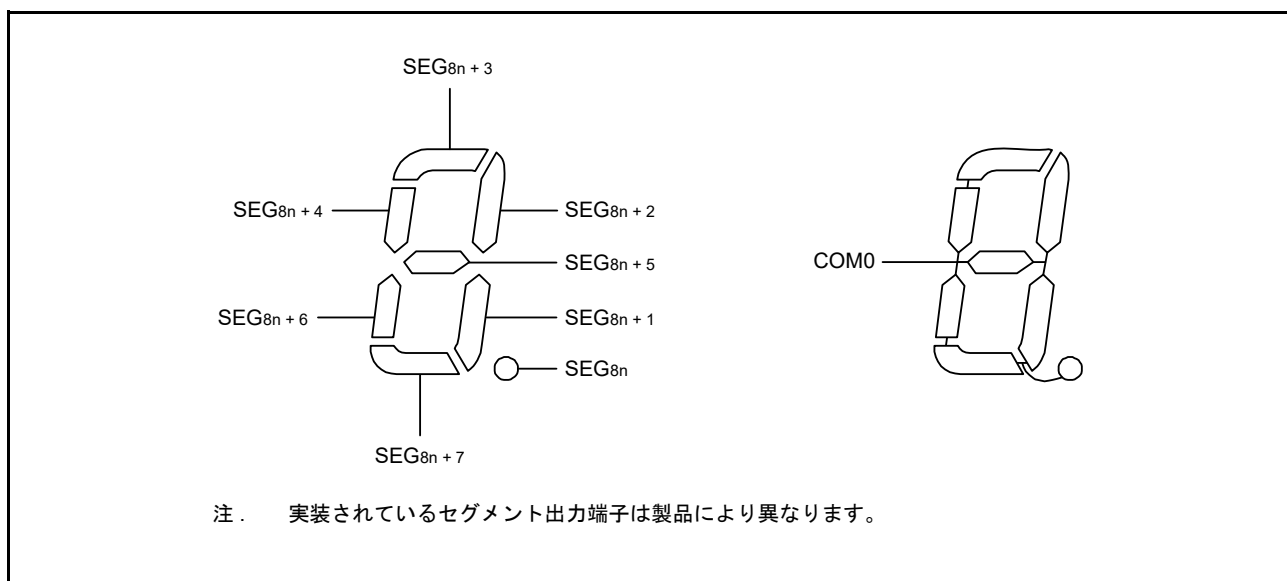

図 48.18 スタティック LCD 表示パターンと電極接続
ここでは 2 桁目に表示される数字の「2」(2) を例にとって説明します。LCD パネルに「2」を表示するには、コモン信号 COM0 の選択タイミングで、選択電圧または非選択電圧を SEG08 ~ SEG15 端子に印加する必要があります。セグメント信号と LCD セグメントの関係については、図 48.18 を参照してください。